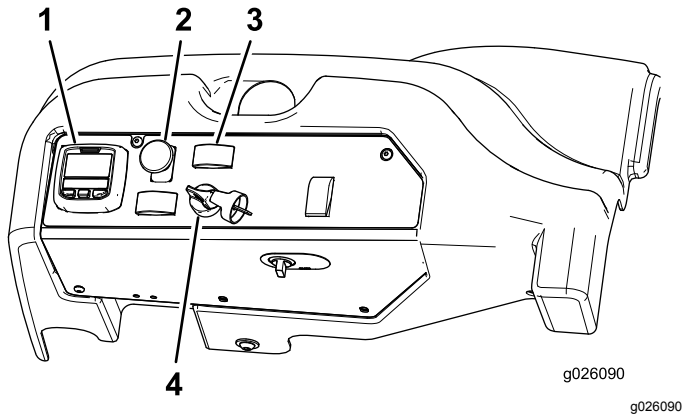

Figure 21
- Placez la commande de prise de force (PDF) en position DÉSENGAGÉE (Figure 21).